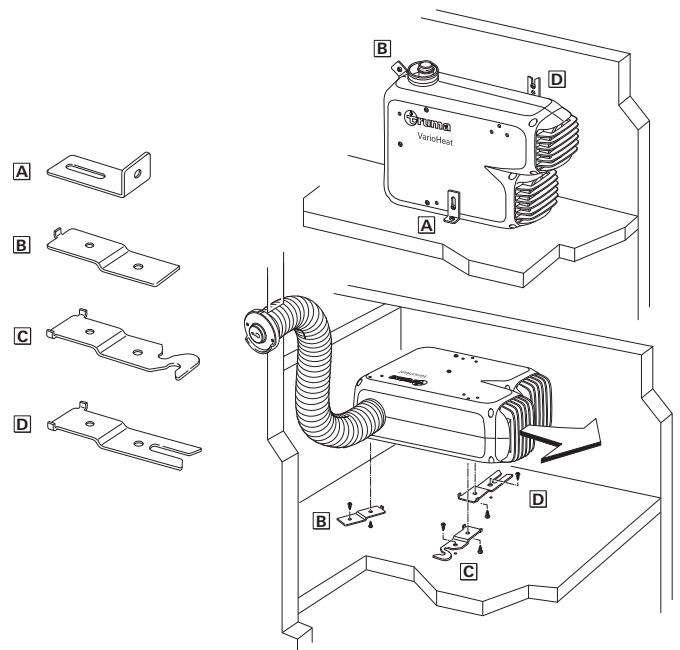

Bild 12
Rohre alle 50 cm mit einer Schelle (15) befestigen (Bild 12)